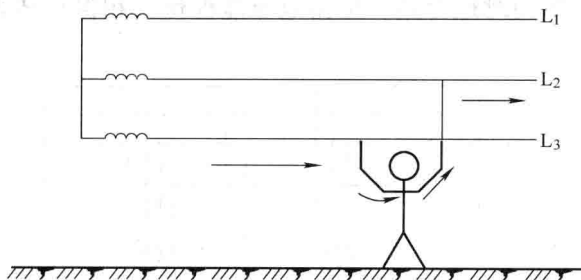

图1-2 两相触电
(2) 两相触电 人体的不同部位同时接触同一电源的任何两相导线引起的触电,称为两相触电,如图1-2所示。此时,电流由一根导线通过人体流至另一根导线,人体承受的电压等于电源线电压,这样两相触电比单相触电更危险。